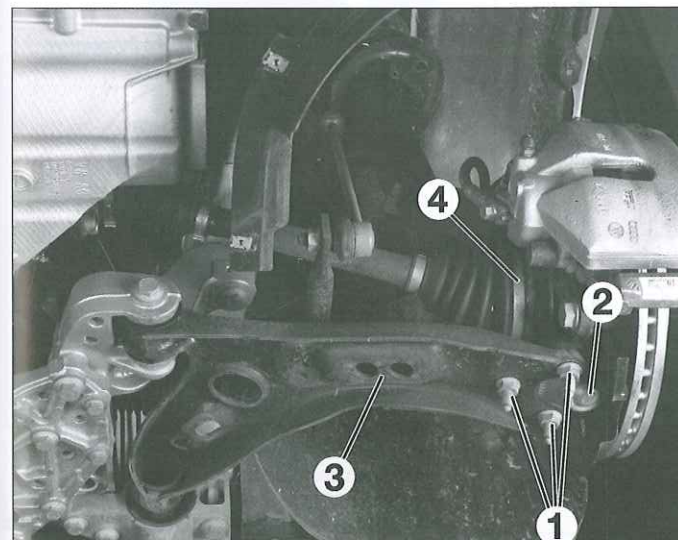

Fig. 2
- Desmontar las tuercas (1) de la rótula (2) del triángulo de suspensión (3) (Fig.2).
- el triángulo de suspensión (3) de la rótula de la mangueta,
- la junta exterior (4) del cubo de rueda a mano.